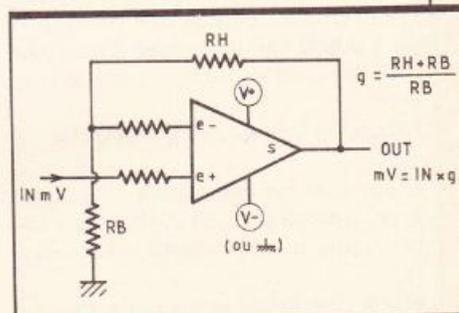

Fig. 4 Le gain en tension d'un ampli-op est fixé avec précision par le rapport de deux résistances.
- On fixe le gain en tension d'un étage à ampli-op à l'aide de deux résistances (voir fig. 4) : une résistance RB entre masse et « e- », une résistance RH entre la sortie et « e- ». C'est un pont diviseur qui envoie sur l'entrée inverseuse e- une fraction de la tension de sortie, c'est une « contre-réaction ». Plus